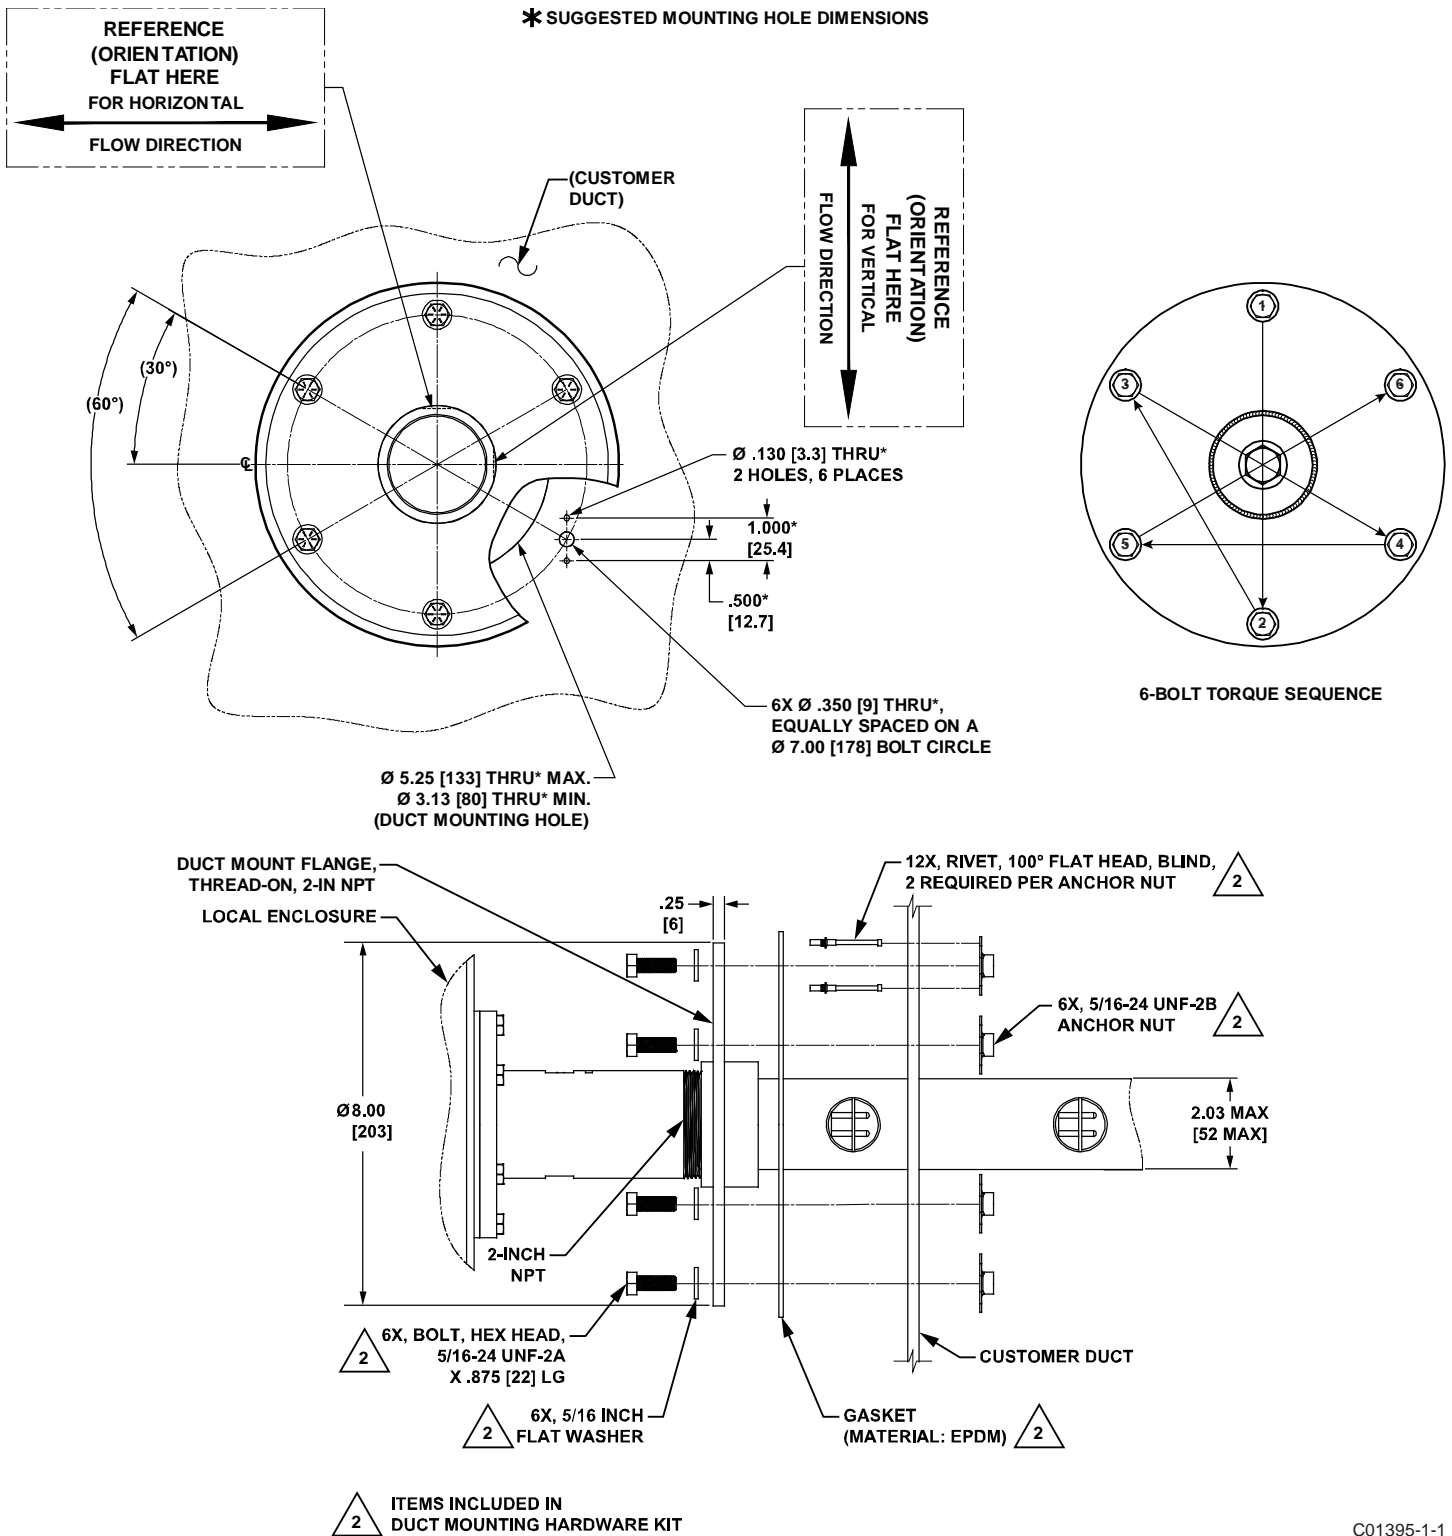

Abbildung 4 – Montage, Abmessungen und Befestigungsmaterial für Kanalfansch
- Die genaue Platzierung des Durchflusselements ist in der Regel zum Zeitpunkt der Bestellung vorgegeben. Verwenden Sie Bohrungsmuster und Bohrungsgrößen wie in Abbildung 4, Seite 11, gezeigt, um Löcher für den Flansch für Durchflusselemente zu bohren. Verwenden Sie auf der gegenüberliegenden Seite des Kanals Lochmuster und Lochgrößen wie in Abbildung 5, Seite 12, gezeigt, um Löcher für die Endhalterung der Durchflusselemente zur Kanalmontage zu bohren.
- Installieren Sie mithilfe der mitgelieferten Kanalfanschmontagesatzes das Durchflusselement am Prozesskanal wie in Abbildung 4 gezeigt. Ziehen Sie unter Verwendung der in Abbildung 4 dargestellten sternförmigen Schraubendrehmomentfolge die Sicherungsschrauben (6 Stück 5/16-24UNF x 0,875 lg) der Kanalfansche schrittweise an, mit einem finalen Schraubendrehmoment von 13,6 N m (10 ft lbs).
- Wenn das Standrohr der Durchflusselementbaugruppe in der Endstützhülse aufgenommen ist, installieren Sie den 1/2-13UNF x 2 Zoll langen Bolzen (im optionalen Montagesatz für die Endstütze enthalten) lose in die Endstützhülse, wobei das Standrohr des Durchflusselements eingreift (siehe Abbildung 5). (Hinweis: Verwenden Sie die alternative Installationsmethode, die eine Bewehrungsplatte verwendet, wenn die mitgelieferten Ankermuttern nicht für die Anwendung geeignet sind.) Ziehen Sie unter Verwendung der in Abbildung 4 dargestellten sternförmigen Schraubendrehmomentfolge die Sicherungsschrauben (6 Stück 5/16-24UNF x 1,0 lg) der Endhalterung an, mit einem finalen Schraubendrehmoment von 13,6 N m (10 ft lbs).